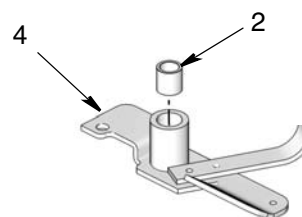

FIG. 12
- g. Installer le palier (2) dans le levier (4) comme indiqué dans la FIG. 12.